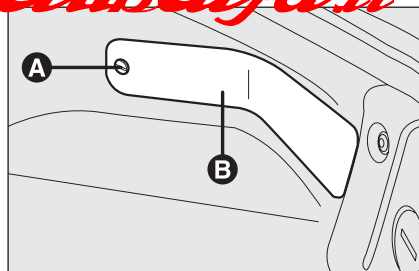

fig. 30
Per accedere a tutte le lampade sopraelencate occorre aprire il bagagliaio, agire sul dispositivo **A-fig. 30** e rimuovere lo sportello **B**.
- ☐ aprire il bagagliaio e lo sportello come precedentemente indicato (vedere **fig. 30**);